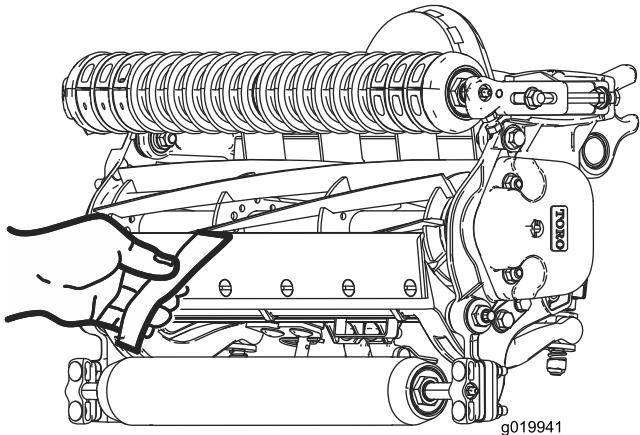

图20
2. 在滚刀与底刀间插入一长条剪切性能纸 (Toro 零件号 125-5610)，纸要与底刀垂直，检测剪切性能 (图20)。缓慢向前旋转滚刀；滚刀应剪切检测纸。